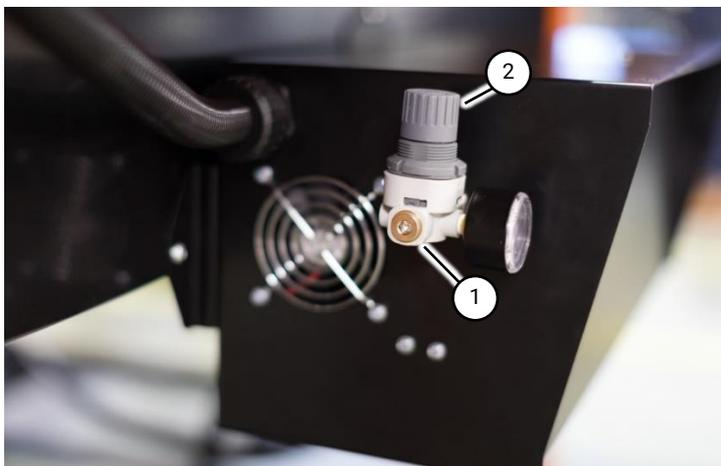

Fig 25 Régulateur de pression Soft Sense
1. Retirez le capuchon anti poussière (Fig 25 (1)) du régulateur de pression du boîtier de commande.
- 2.1 Tirez le bouton de réglage vers le haut (Fig 25 (2)).